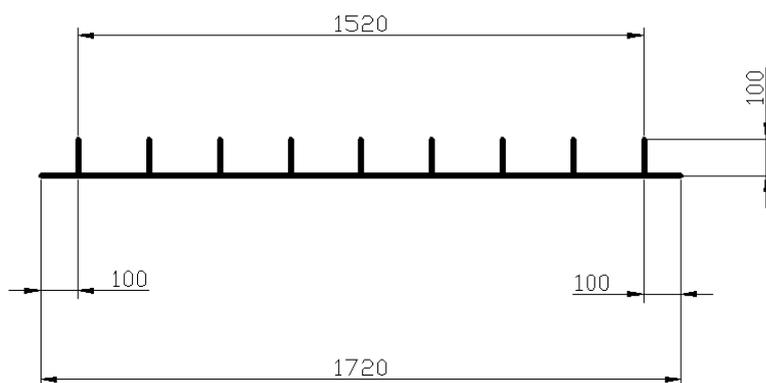

Рис.2.21. Фрагмент учебного чертежа «Разрез арматурной сетки»
30. Выполните в масштабе **1:1** построение учебного чертежа по указанным размерам (Рис.2.21). При построении используйте тиражирование вертикальных линий на расстояние **190** мм (Расстояние между столбцами – **190**), вызвав диалоговое окно **Массив** панели инструментов **Изменить**. Укажите: Рядов – **1**, Столбцов – **9**. Размеры на чертеже не проставляйте.